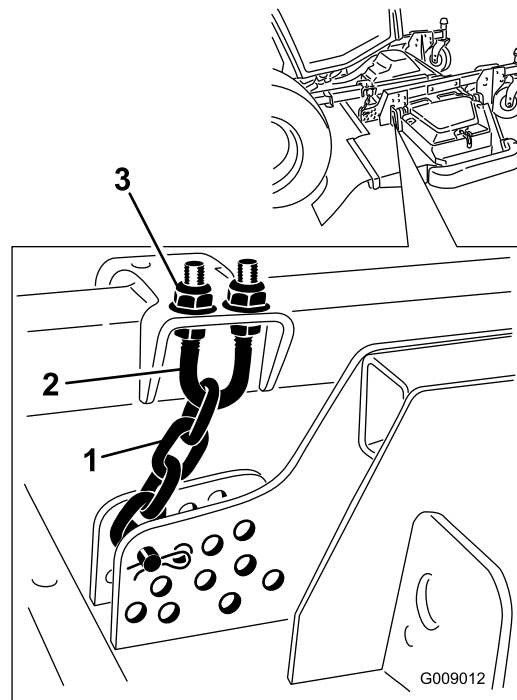

Bild 94
- Lockern Sie die Klemmmuttern an der Ober- oder Unterseite des U-Bügels an der Schnitthöhenkette (Bild 94).